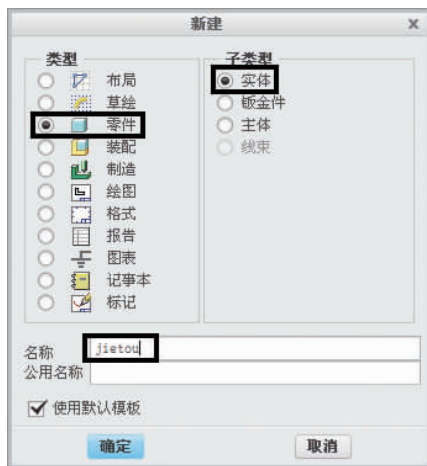

图 3-13 新建装配文件
- (1) 单击快速访问工具条或“主页”选项卡的“数据”组中的“新建”工具图标.
- (2) 在“新建”对话框中,默认类型是“零件”,子类型是“实体”,符合要创建的模型要求。
- (3) 在“名称”栏输入“jietou”,然后单击“确定”按钮,如图 3-13 所示。